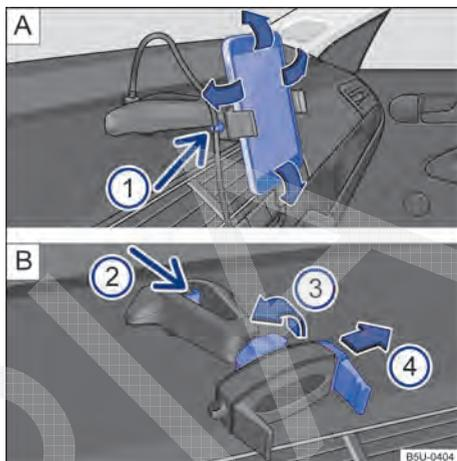

Fig. 170 No console central: suporte para smartphone e ajustes.
- Segurar o suporte com uma mão e pressionar o botão de destravamento → Fig. 170 [B] ② (seta).
- Com a haste → Fig. 170 [B] ④ deslizar no sentido da seta, e instalar o smartphone no alojamento.
- Com a outra mão deslocar a haste → Fig. 170  ④ até que seja possível remover o aparelho do alojamento.
- Colocar o cabo USB na entrada carregador USB do suporte existente no painel de instrumentos → Fig. 170 .
- Prender o cabo no suporte → Fig. 170  ①.
- Para liberar o movimento do suporte, girar a trava → Fig. 170  ③ no sentido contrário da seta.
- Para fixar a posição, girar a trava no sentido da seta ③ → Fig. 170  até a fixação total do suporte.
i O suporte para smartphone tem garantia de 3 anos, com exceção da haste deslizante (garra) → Fig. 170 **B** **4** que tem garantia de 1 ano.